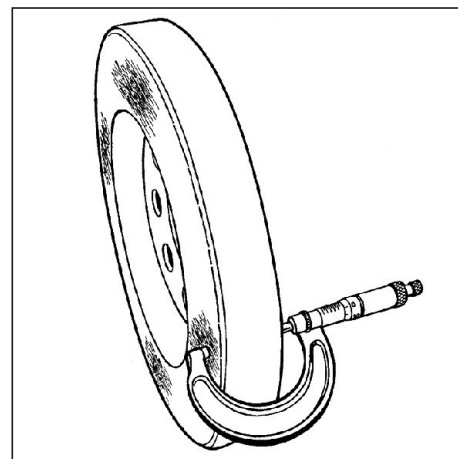

Рис. 48. Контроль толщины демпфера.
2. Смыть краску в 4 точках с обеих сторон на демпфере и измерить его толщину в этих точках (см. Рис. 48). Разность в результатах замера должна быть не более 0,25 мм.